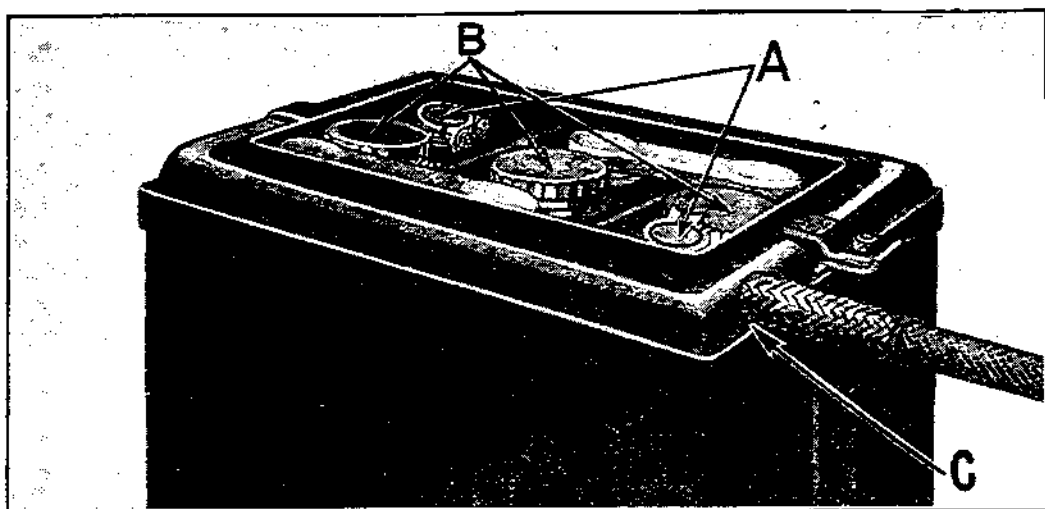

Fig. 523
- a) S'assurer que les contacts des câbles sur les pôles de la batterie. (voir A, fig. 523) sont propres, serrés et enduits de vaseline.